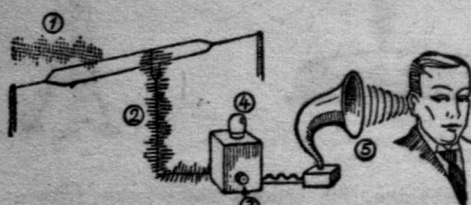

Abb. 95
## II. Der Empfangsapparat in der Wohnung (Abb. 95).
b) Die Rundfunkröhre (4) (in Abb. 95). Beobachtungen:
Die Gitterspannung ist zwar schwach; aber sie vermag den starken Röhrenstrom so zu beeinflussen, daß er auch im Zeitmaß der Sprechwellen mitschwingt. Die Schwankungen sind nun stark genug, daß damit die Membrane im Lautsprecher (5) (in Abb. 95) hin und her schwingt. Wir hören.